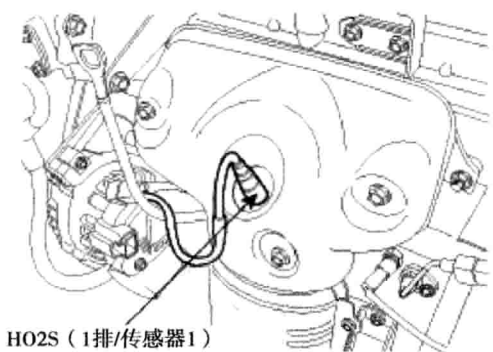

图 1-1-8 加热式氧传感器 (HO2S) (1排/传感器1) 位置图
- (8) 加热式氧传感器 (HO2S) (1排/传感器1) 位置图如图 1-1-8 所示。